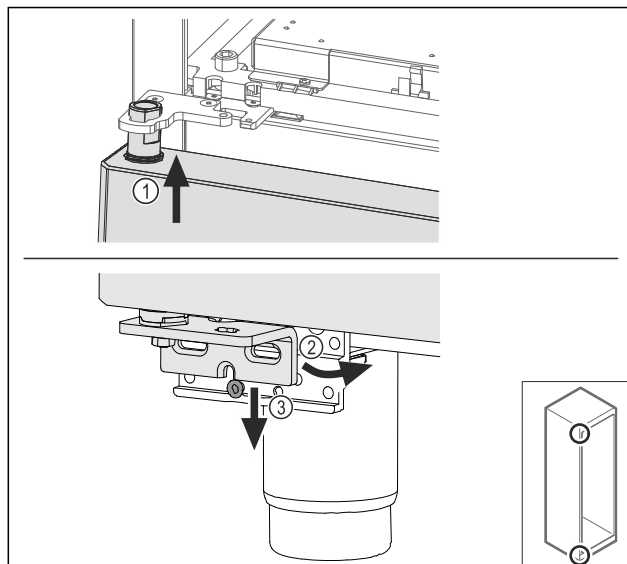

Fig. 64
- Inserire la porta leggermente inclinata in alto Fig. 64 (1), addizzare la porta Fig. 64 (2) e posizionarla in basso sulla vite del blocco di supporto Fig. 64 (3).